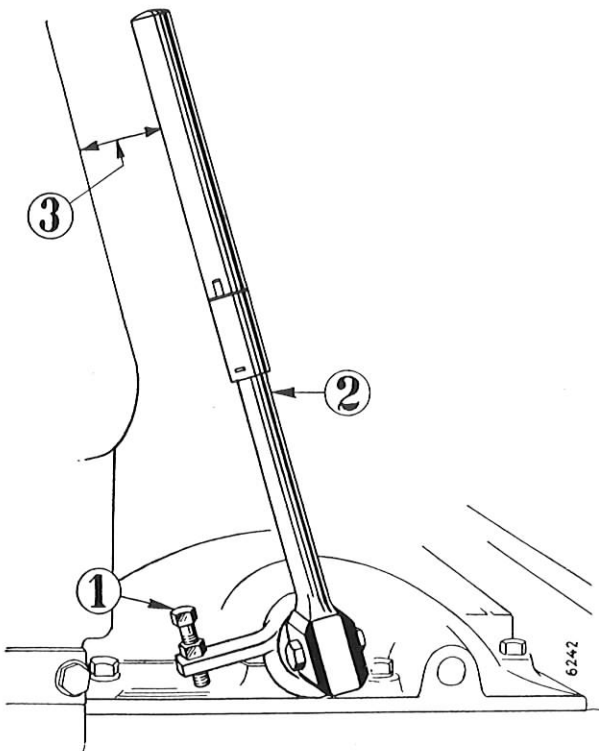

Bild 19
In seiner vorderen Stellung muß zwischen Handhebel und Armaturenbrett ein Mindestabstand (3), Bild 19, bleiben.